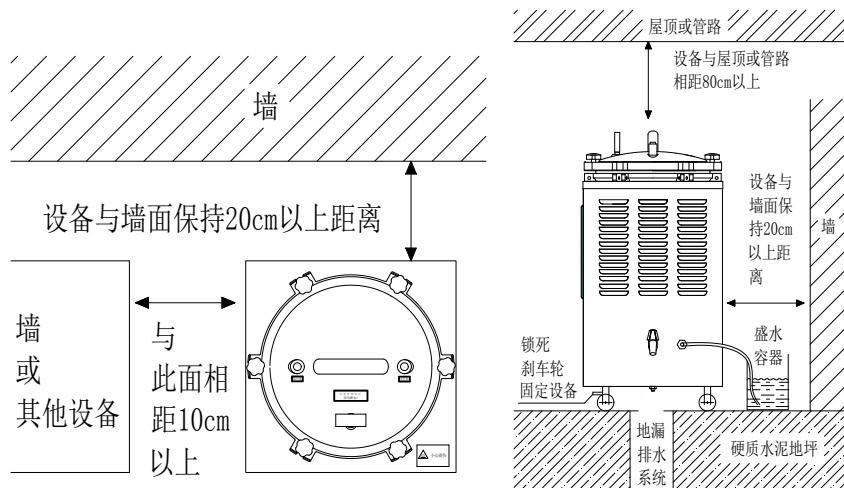

图 3.1
备与周围墙壁或其他设备的间距应保持 10~20 cm 以上)。踩下刹车脚轮，固定设备位置，防止设备移动。(具体安装位置如下图 3.1 所示：)
- 排气管需浸没于水中。(如图 3.1)